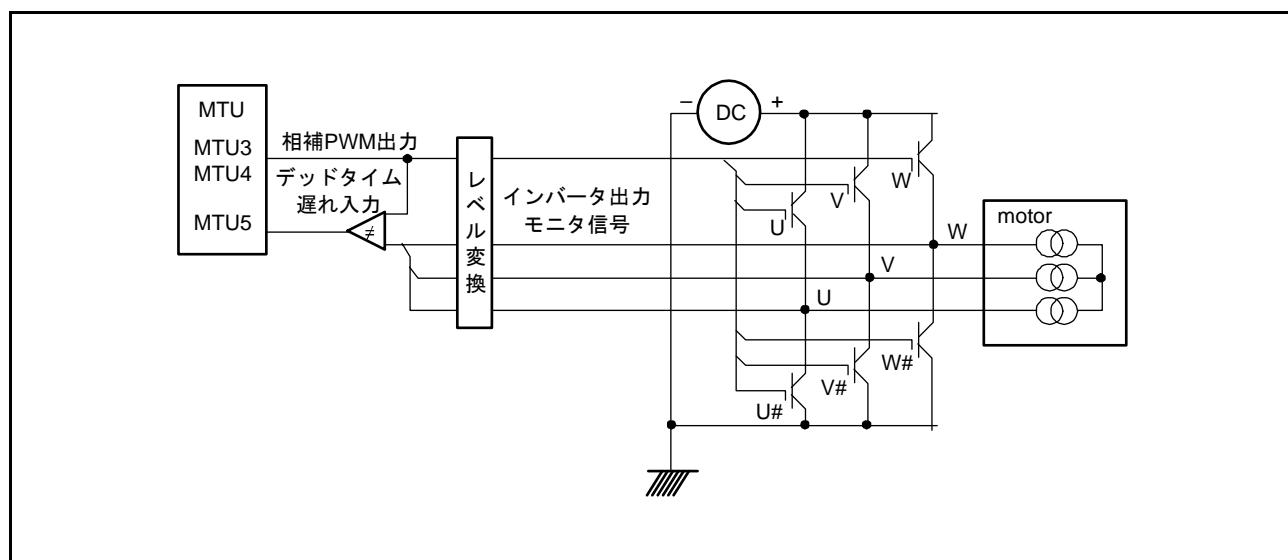
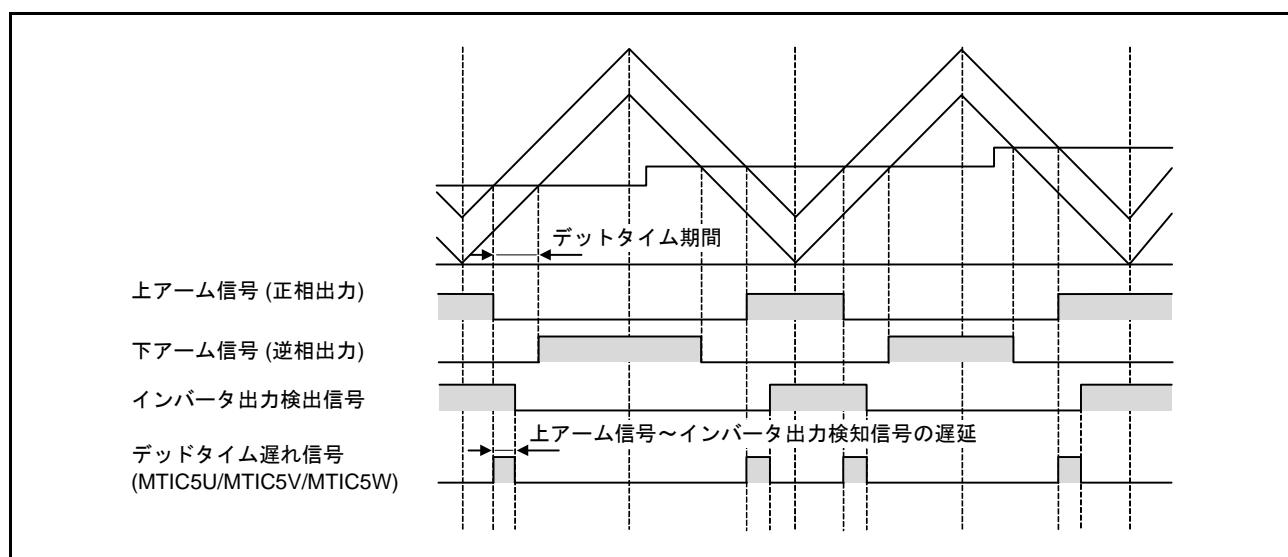
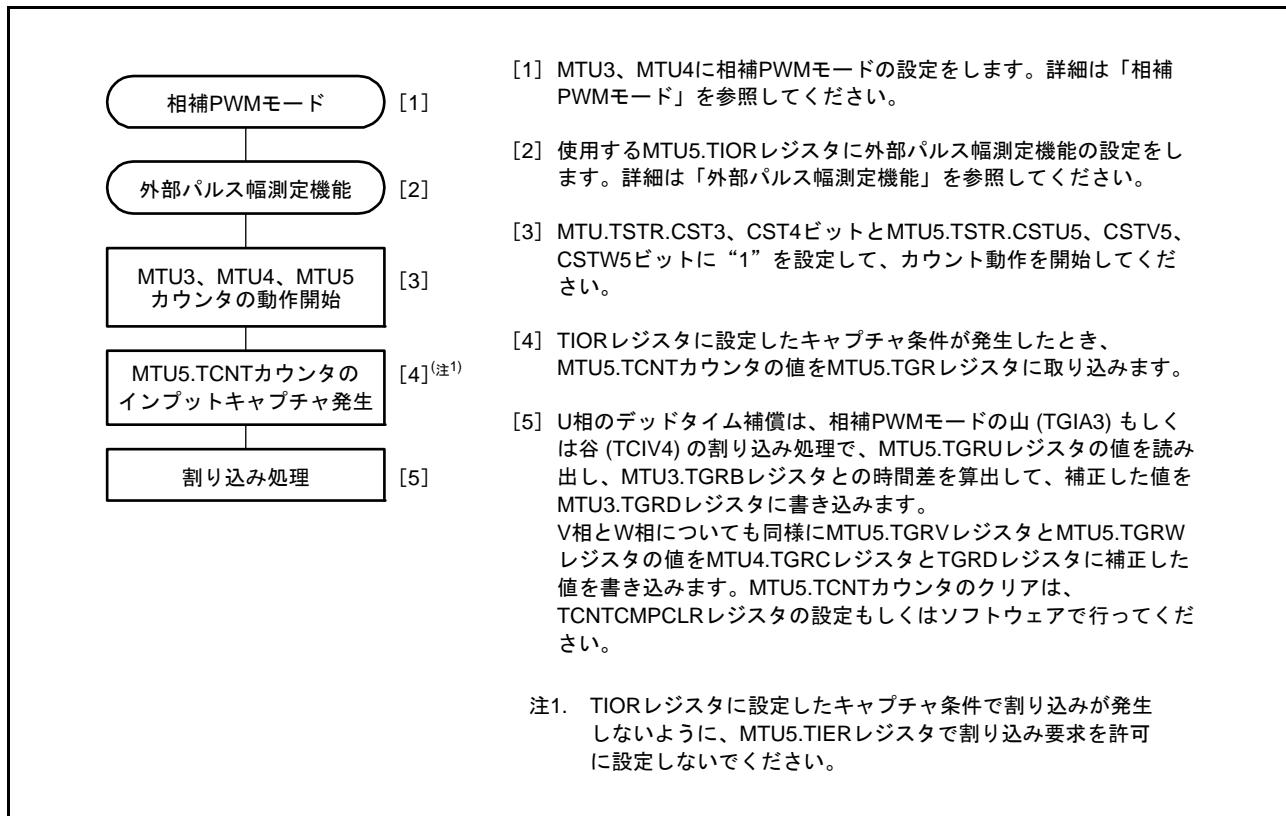

図 22.79 モータ制御回路構成例
図 22.80 相補 PWM モード動作時のデッドタイム遅れ
図 22.81 デッドタイム補償用機能の設定手順例
図22.79にMTU3～MTU5を組み合わせてデッドタイム遅れを補償するモータ制御回路の例を示します。MTU5の外部パルス測定機能でデッドタイム遅れを測定して、PWM出力のコンペアレジスタに設定するデューティを補正することで、MTU3、MTU4を使用した相補PWM動作時のPWM出力波形に対するデッドタイムを補償することができます（図22.80）。MTU3～MTU5を使用したデッドタイム補償の設定手順を図22.81に示します。このときのMTU5の動作については、(2) 相補PWMの山と谷でのTCNTU、TCNTV、TCNTWカウンタキャプチャ動作を参照してください。
MTU5 の 3 本のカウンタを使用したデッドタイム補償用機能の設定手順例を図 22.81 に示します。